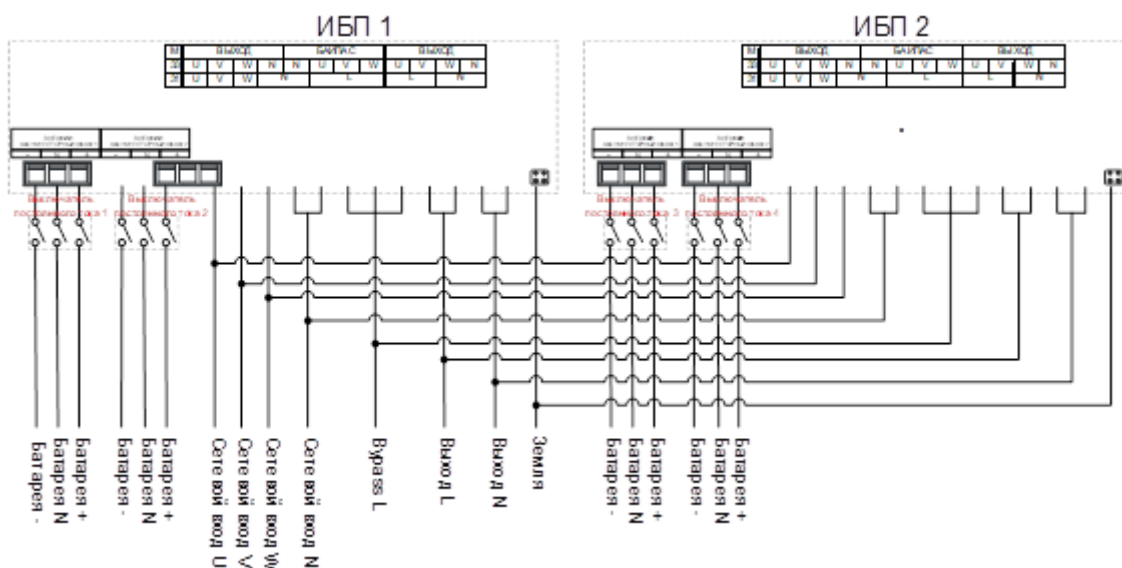

Рис. 3-33 Схема подключения параллельной системы в режиме 3:1 VGD-II-30K33HC / VGD-II-30K33HCS / VGD-II-40K33HC / VGD-II-40K33HCS
- Шаг 2 Подсоедините провода входа, байпаса, выхода, батарейного массива и заземления на основе Рис. 3-29 - Рис. 3-33. (в зависимости от выбранного режима работы)